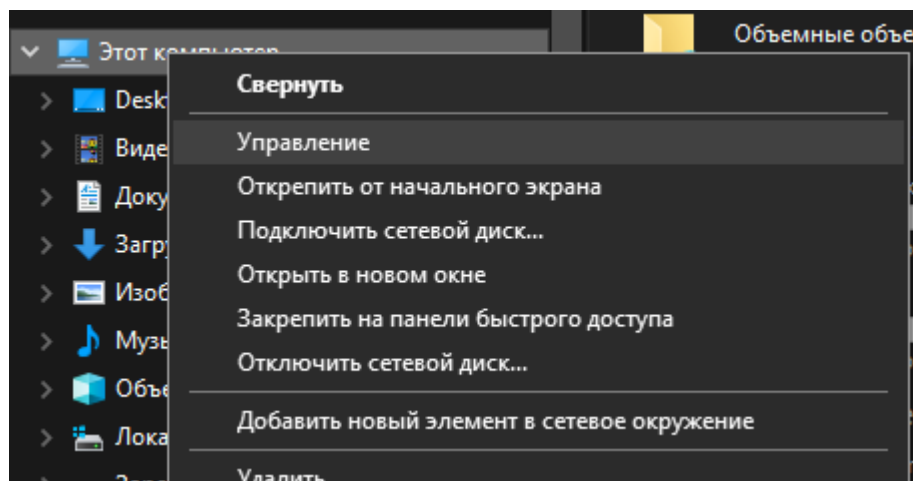
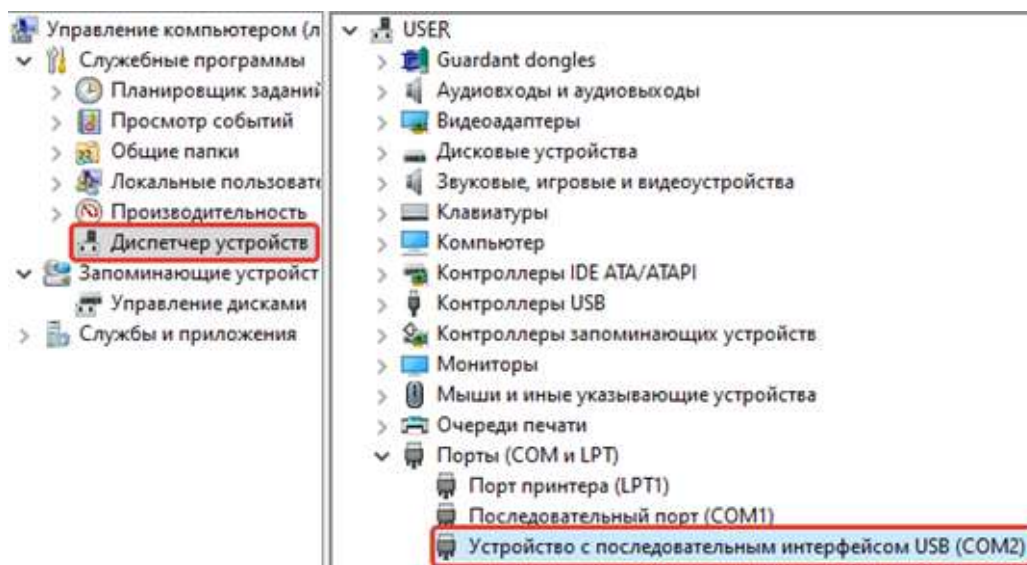

Рисунок 3 – Пункт «Управление» во вкладке «Этот компьютер»
Рисунок 4 – RA-25 в списке COM-портов
3. Проверить появление COM-порта в Диспетчере устройств ПК. Для этого зайти в «Проводник», правой кнопкой мыши нажать на «**Этот компьютер**» и выбрать пункт «**Управление**» (см. рисунок 3). В открывшемся окне нажать на пункт «**Диспетчер устройств**», а затем найти в нем пункт «**Порты (COM и LPT)**» и щелкнуть по символу «>» рядом с его названием. В открывшемся списке отобразится COM-порт подключенного устройства (см. рисунок 4). Если РА-25 не определился в операционной системе ПК виртуальным COM-портом, нужно установить драйверы на ПК и/или заменить кабель (кабели) и повторить подключение.